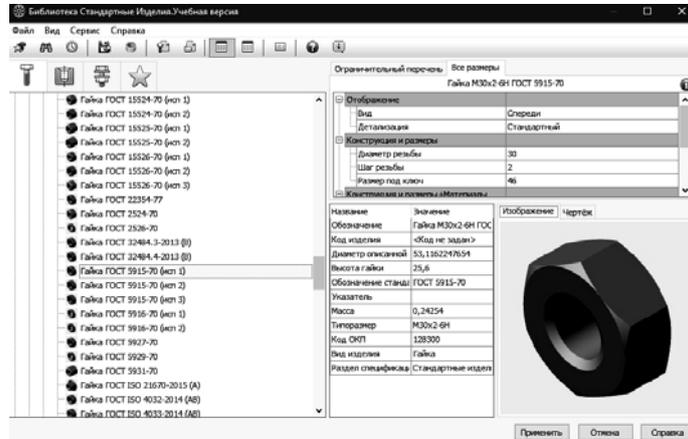

Рисунок 5.12 – Параметры для выбора гайки
7) вставьте гайку: **Библиотеки / Стандартные изделия / Вставить элемент**. На вкладке **Стандартные изделия** выберите папку **Крепежные изделия / Гайки / Гайки шестигранные / Гайка ГОСТ 5915-70 (исп. 1)** и дважды щелкните на ней. В диалоговом окне задайте параметры (рисунок 5.12). Нажмите кнопку **Применить**;